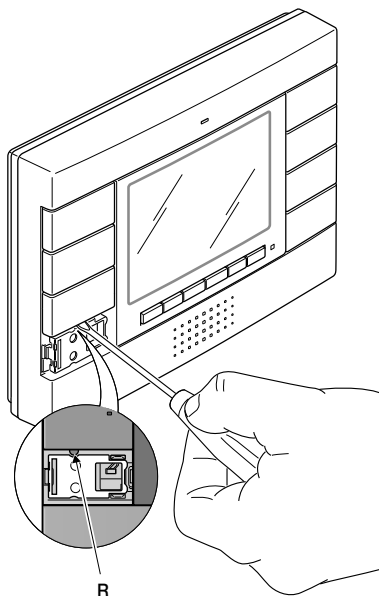

Figura 7
- Premere brevemente, mediante un cacciavite o un piccolo utensile, il pulsante **R** posto al di sotto del **tasto "C"** (figura 7);